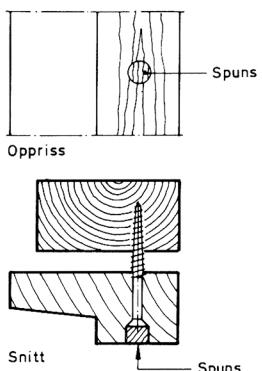

Fig. 223
- 223 Hvis trestrukturen skal være synlig, festes karmen med skruer som plasseres i utborede hull og forsenkninger, se fig. 223. Hullene spunes med samme treslag og i samme fiberretning som karmen. Skruedimensjon kan være 14/100 eller 16/125.